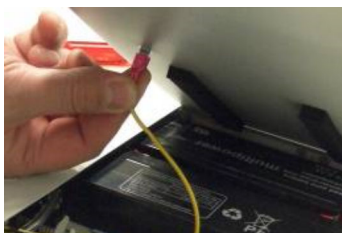

Fig. 84: Conector de tierra
9.  Soltar el conector de tierra de la tapa delantera y trasera (Fig. 84).